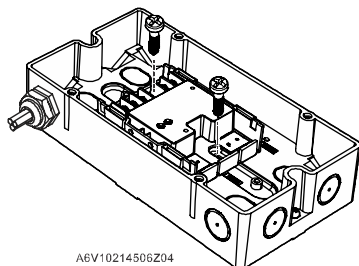

图 6
5. 使用两颗 M3 x 12 螺钉将模块固定在保护盒内 (图 6)。